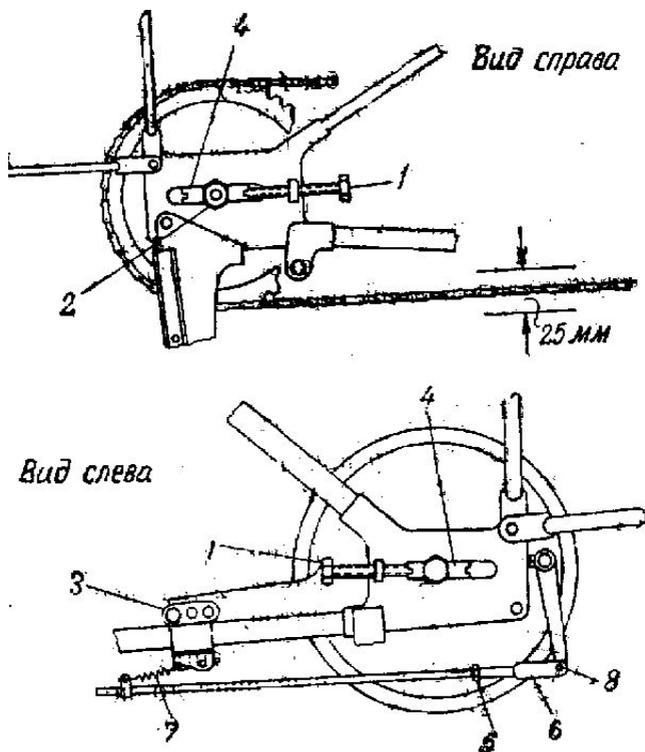

Рис. 30. Натяжение задней цепи и регулировка тормозов:
2. Отпустить на один-два оборота гайку 2 (рис. 30) оси заднего колеса.
2. Отвернуть контргайку 5 (рис. 30) регулировочной вилки 6 левой тормозной тяги.